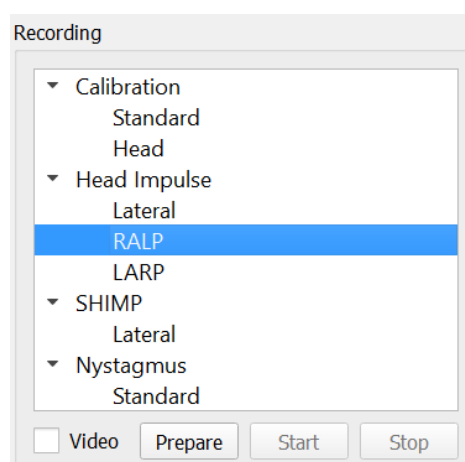

Figura 4.5.3-2 Test dell'impulso cefalico – canali verticali
1. La testa può essere dritta (consultare di seguito la Figura 4.5.3-1 a sinistra) oppure
- a. 45° verso destra per il test LARP (consultare la Figura 4.5.3-1 a destra) o
Figura 4.5.3-1 Test dell'impulso cefalico verticale – Due possibili orientamenti della testa rispetto al tronco e sguardo dritto davanti a sé corretto nel test del canale RP.